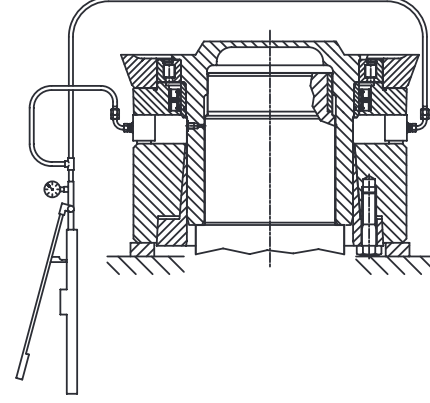

Fig. 6
- 3) Deslizar a junta axialmente como mostrado na Fig. 5 para permitir a utilização do furo G 1/8", que permite a entrada de óleo sob pressão (máx. 1000 bar) para facilitar a desmontagem do redutor do eixo da máquina. Se com esse método o redutor não se liberar, desde que o acoplamento do eixo não assegure a manutenção da pressão, será possível agir, se o espaço o permitir, no modo representado na fig. 6, utilizando empuradores hidráulicos, fazendo reação nos 2 pinos a 180° que se encontram na tampa porta-retentores, prestando atenção para não superar as seguintes cargas axiais.